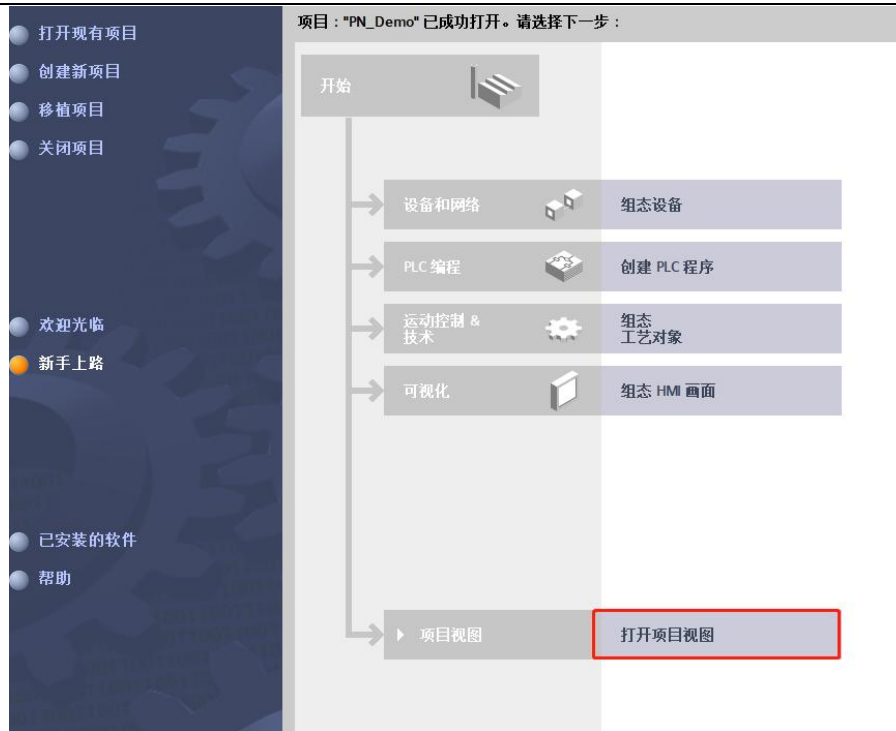

图 1-2a
1.2 输入工程名称 PN\_Demo 及保存路径，然后创建工程，打开项目视图（如图 1-2a ~ 1-2b 所示）：